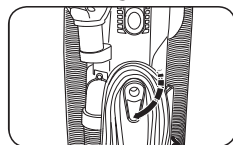

Fig. 2
1. El gancho superior del cable cuenta con liberación rápida. Para liberar el cable, gire el gancho hacia abajo (Fig. 2).